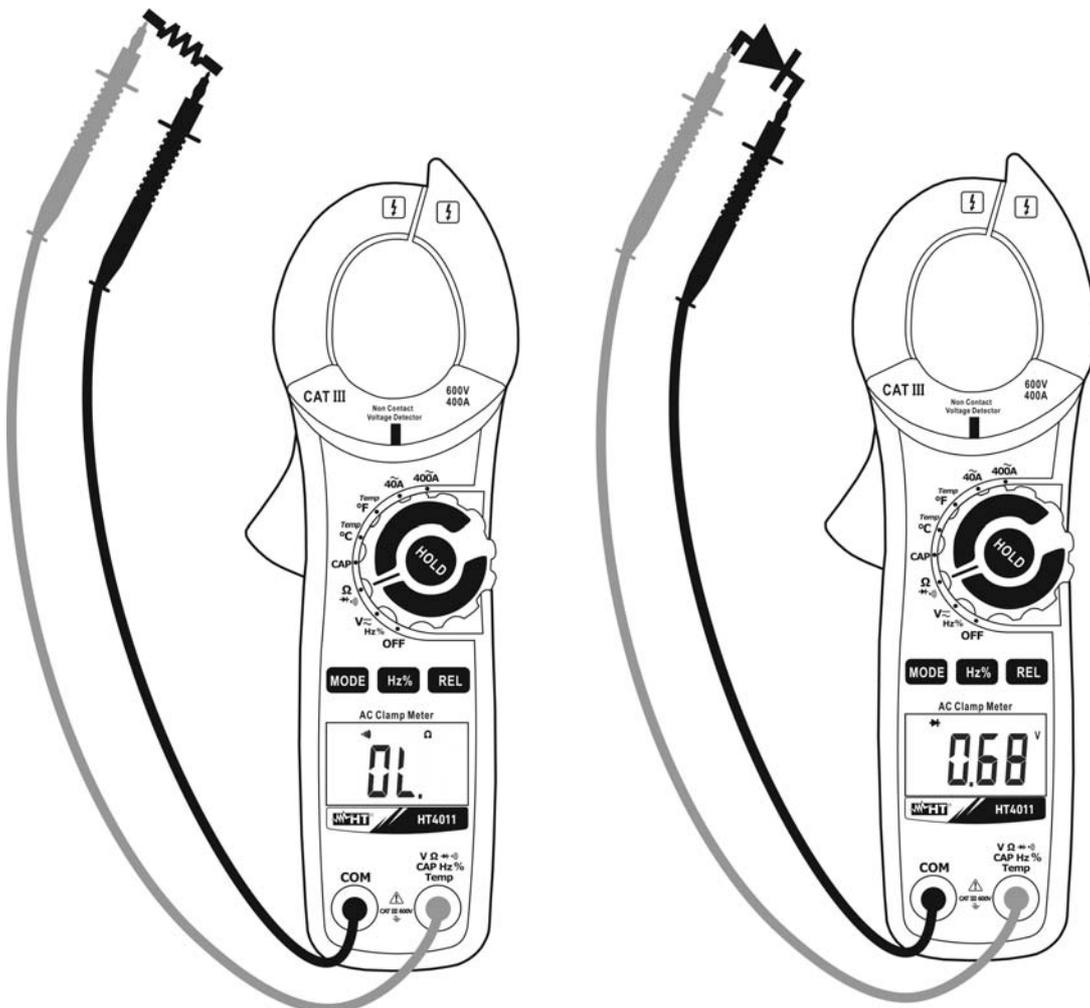

Fig. 7 : Utilisation de la pince pour test de continuité et test des diodes
3. Insérer le câble rouge dans l'entrée du jack **V $\Omega \rightarrow \rightarrow$ CAP Hz % Temp** et le câble noir dans l'entrée du jack **COM** et exécuter le test de continuité sur l'objet sous test (voir la Fig. 7 - partie gauche). L'alarme émet un signal sonore si la valeur de résistance mesurée est inférieure à 30Ω environ.
5. Connecter l'embout rouge à l'anode de la diode et l'embout noir à la cathode en cas de mesure de polarisation directe (voir la Fig. 7 – partie droite). Inverser la position des embouts en cas de mesure de polarisation inverse.